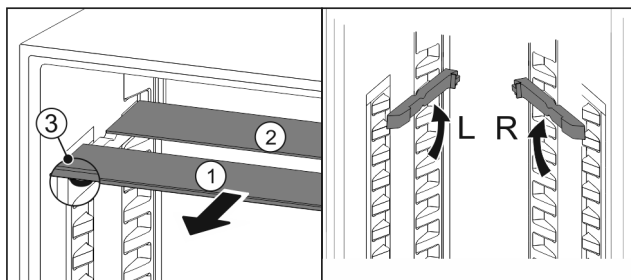

Fig. 162
- Sortir les tablettes par l'avant Fig. 162 (1).
- La tablette en verre Fig. 162 (1) avec bordure décorative est située à l'avant.
- Les butées Fig. 162 (3) sont orientées vers le bas.